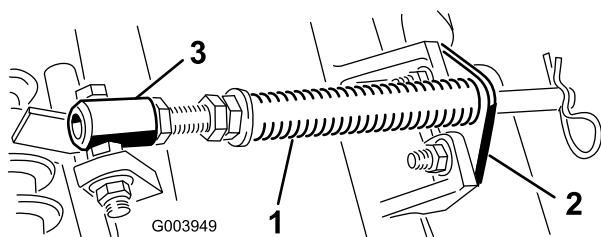

**Figure 4**
4. Veillez à monter le contrepois (Figure 4) du bon côté du plateau de coupe, comme expliqué dans le *Manuel de l'utilisateur* du plateau de coupe.